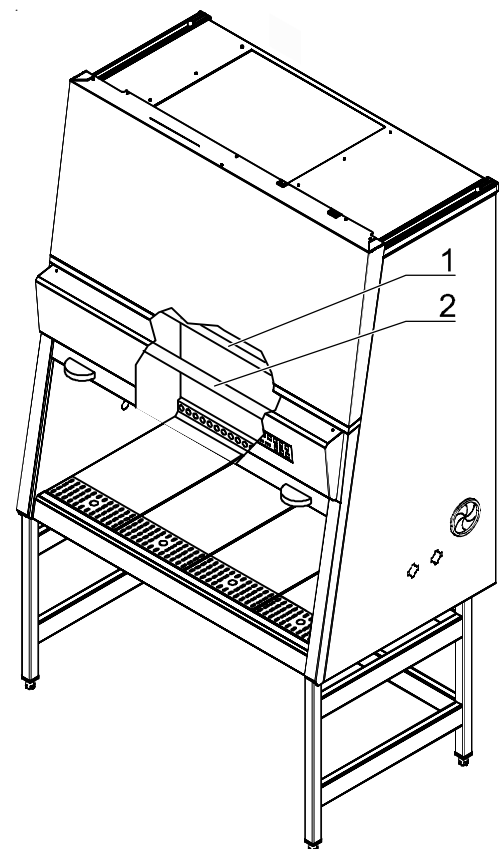

Fig. 17
**Fig. 17 :** Le compartiment utile est éclairé par un tube fluorescent ou deux tubes fluorescents (modèle MSC 1.8). Les douilles à ressort du tube fluorescent [2] sont installées dans le compartiment utile sur le cadre de montage [4] du châssis d'éclairage.
**Fig. 17 :** L'unité de tubes UV interne [1], disponible en option, est installée dans le compartiment utile, directement derrière la vitre frontale. Il est recommandé de remplacer les tubes UV au bout de 1500 heures d'exploitation.